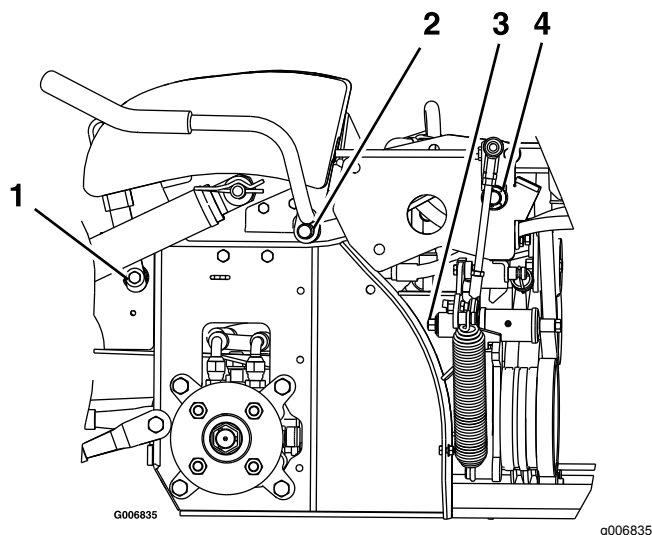

Bild 33
3. Fetten Sie die bronzenen Büchsen am Drehzapfen des Bremshebels mit Sprüh- oder Leichtöl ein (**Bild 33**).